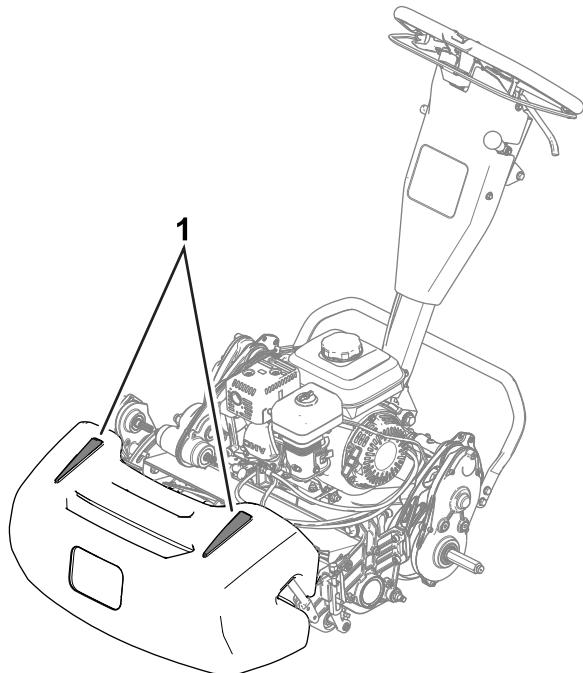

Figura 24
- Para ayudarse a segar en línea recta a través del green, y para mantener la misma distancia del borde de la pasada anterior, utilice las rayas de alineación del recogedor (Figura 24).